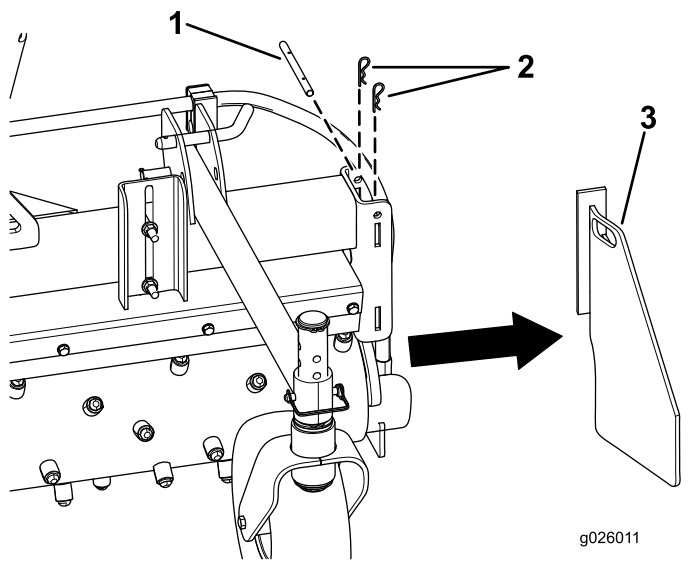

Figure 7
1. Retirez les 2 goupilles fendues de l'axe de la plaque d'extrémité (Figure 7).
2. Retirez l'axe de la plaque d'extrémité (Figure 7).
3. Déposez la plaque d'extrémité (Figure 7).